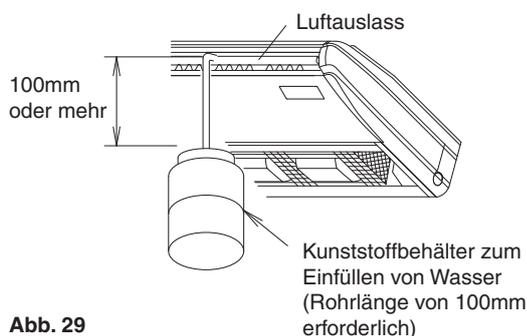

Abb. 29
(2) Nach dem Verlegen der Rohrleitungen prüfen, ob das Abfließen reibungslos erfolgt.
- Zur Überprüfung des problemlosen Ablaufens nach und nach etwa 0,6 Liter Wasser vom Luftauslass her in die Ablaufwanne gießen. (Siehe **Abb. 29**)